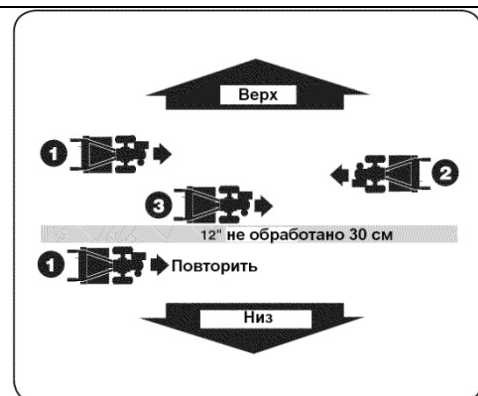

Рис.20
1. Для того чтобы создать террасы, начните с в верхней части склона и работайте вниз. Возвращайтесь назад, пересекая на четверть первый проход. См. Рисунок 20.